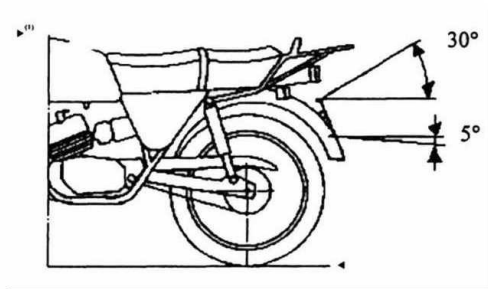
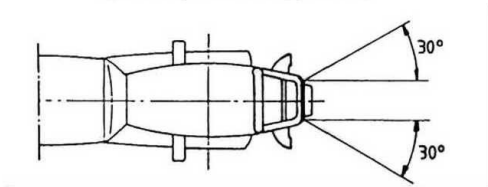

Figura 1
Figura 2
- 6.1. La visibilità dell'alloggiamento per il montaggio della targa di immatricolazione deve essere garantita all'interno di uno spazio delimitato da due diedri: il primo con spigolo orizzontale e definito da due piani che passano per i bordi orizzontali superiori e inferiori dell'alloggiamento per il montaggio della targa, i cui angoli rispetto all'orizzontale sono indicati nella figura 1; l'altro con spigolo praticamente verticale e definito da due piani che passano per i bordi laterali della targa e i cui angoli, rispetto al piano longitudinale mediano, sono indicati nella figura 2.